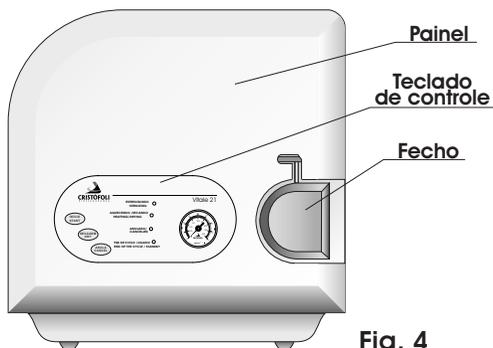
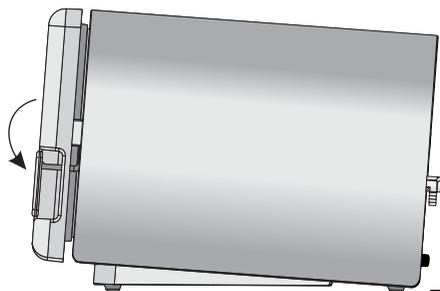

Fig. 4
Fig. 17
- 1▶ **PAINEL** - Está localizado na parte frontal da autoclave, fabricado em plástico ABS injetado, é onde se encontra o teclado de controle da autoclave (Fig. 4).
- 3▶ **TECLADO DE CONTROLE** - Localizado sobre o painel, é onde ficam as teclas de controle e os LEDs indicativos da autoclave (Figs. 4 e 5).
- 4▶ **MANÔMETRO** - É onde são visualizadas as informações relativas à pressão e temperatura da autoclave. Localiza-se na parte direita do teclado de controle, (Fig. 4 e 5).
- 5▶ **FECHO** - Localizado na parte frontal da autoclave (Fig. 4). É utilizado para abrir, fechar e travar a porta da autoclave (conjunto painel/tampa). Para verificar a posição correta do fechamento consulte as Figs.17 e 18 (Pág. 12).
- c► Feche a porta da autoclave. Para fechar corretamente, ainda com a autoclave aberta e o fecho totalmente para a esquerda, feche a porta pressionando-a contra a câmara (cuba), mova o fecho totalmente para a direita e depois para baixo até o final do curso, (Figs. 17 e 18, pág. 12). Para a abertura da autoclave repita o mesmo procedimento de modo inverso;